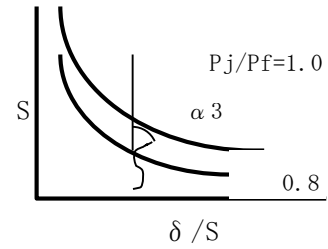

図 4 S ~ δ / S 管理図例
2. $P_j/P_f \geq 0.8$ で $\alpha 3 \geq 1$ (図 4 参照)